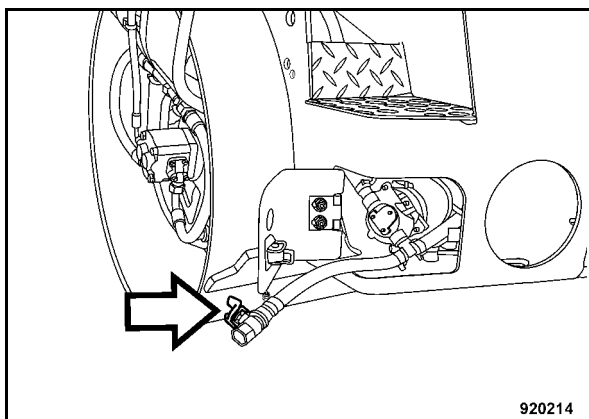

Fig. 154
- estrarre il tubo flessibile di scarico (Fig. 154), aprire il rubinetto di scarico e far defluire tutta l'acqua.